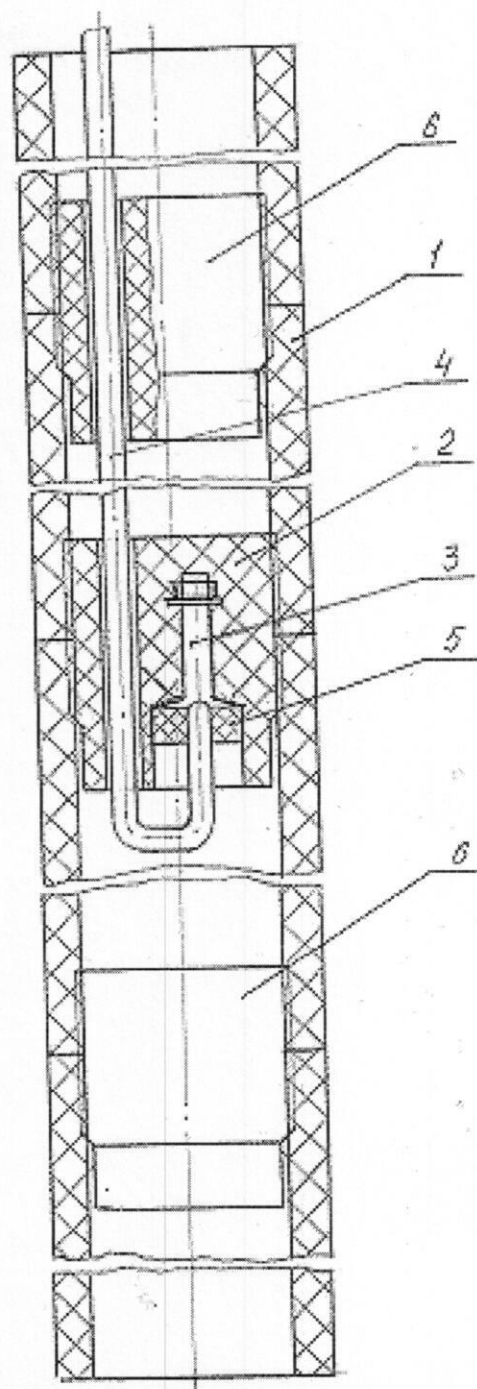

Рис.3. Конструкция четырехэлектродного заземлителя.
3.4. Четырехэлектродный заземлитель (рис.3) состоит из четырех электродов 1, соединенных между собой с помощью трех соединителей-токоввдов. К среднему, активному, соединителю-токовводу 2 подсоединен питающий кабель 4 аналогично п.3.2, а два крайних, пассивных, соединителя-токоввода 6 осуществляют механическое соединение электродов.